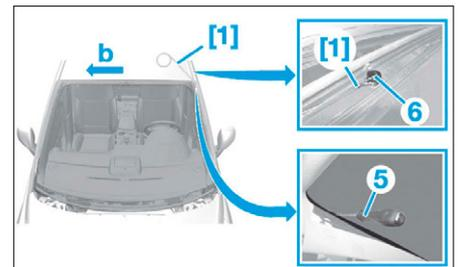

FIG. 3
- [1]. Fil de découpe (réf. 1354-E) (Fig.3).
- Passer l'alène (5) à travers le cordon de colle, de l'intérieur vers l'extérieur (Fig.3).
- Enfiler le fil de découpe [1] dans l'alène (5) et le faire passer vers l'intérieur.
- Couper le fil de découpe [1] en laissant une longueur suffisante pour permettre de le fixer sur le pion d'enjoliveur de pavillon (6).
- Fixer le fil de découpe [1] sur le pion d'enjoliveur de pavillon (6).